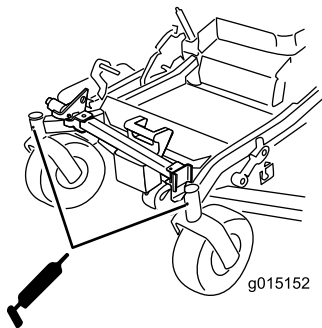

Bild 45
9. Ziehen Sie die Schmierpresse aus der Öffnung. Drehen Sie die Sechskantschraube und Staubkappe wieder ein (Bild 45).